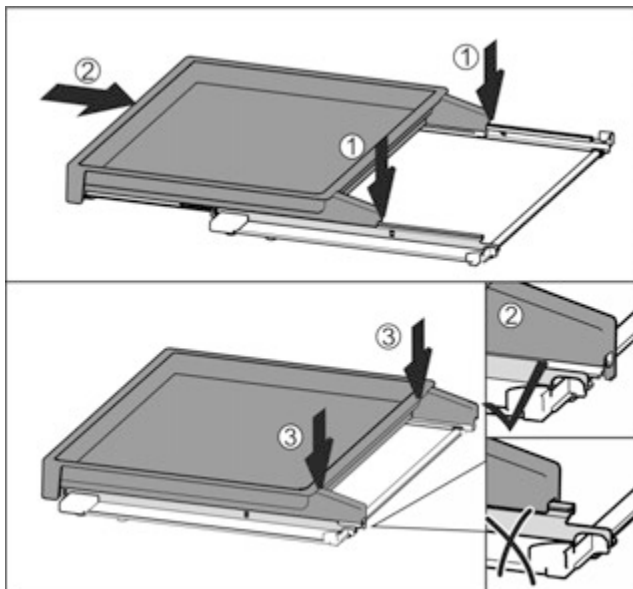

Fig. 51
- ▶ Встановіть по центру на рейки Fig. 51 (1).
- ▶ Повністю вставте витяжну панель Fig. 51 (2).
- ▶ Натиснути на задній бік, доки вона не зафіксується зі звуком Fig. 51 (3).